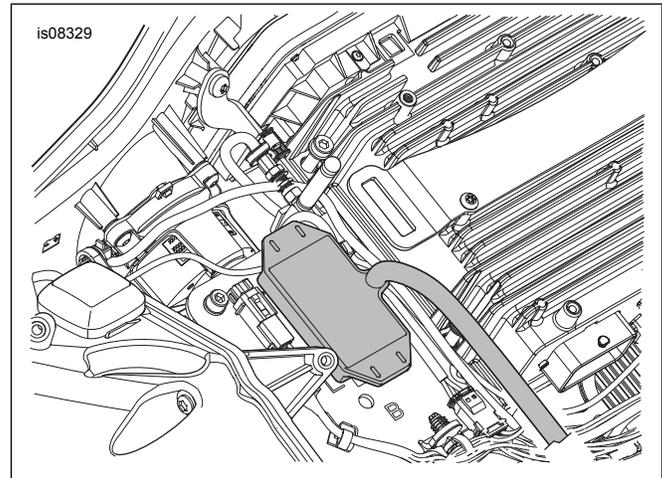

Figure 14. Montage d'émetteur (modèles Touring FLTR 2015 et 2016)
2. Voir Figure 14 . Retirer le ruban protecteur du dos adhésif de la plaquette de mousse sur l'émetteur.